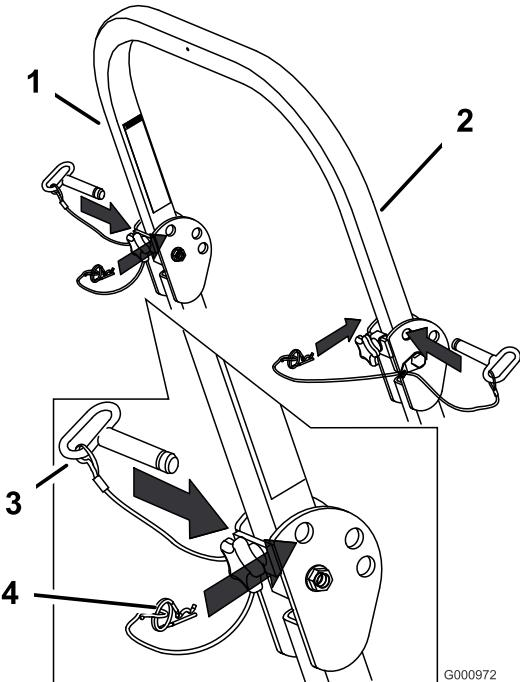

Figure 7
2. Retirez les goupilles fendues puis les deux axes (Figure 7).
4. Posez les deux axes et fixez-les avec les goupilles fendues (Figure 7).
- Pour relever l'arceau de sécurité, retirez les goupilles fendues puis les deux axes (Figure 7).
- Relevez complètement l'arceau de sécurité puis insérez les deux axes et fixez ces derniers avec les goupilles fendues (Figure 7).